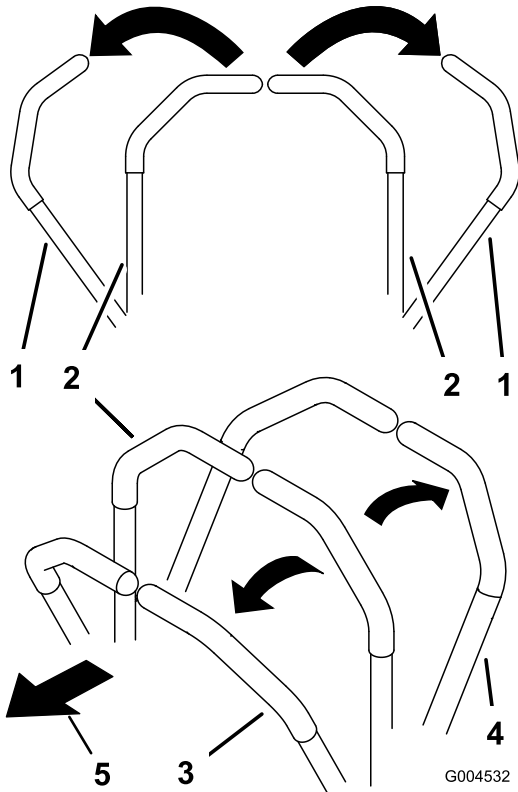

Рисунок 14
1. Переведите рукоятки управления в НЕЙТРАЛЬНОЕ ФИКСИРОВАННОЕ положение (Рисунок 14).